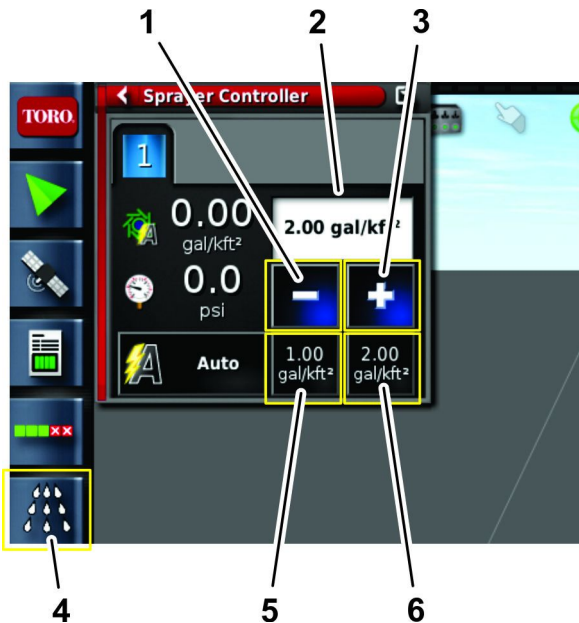

图 180
10. 使用预设值增加或减少图标或选择最新目标喷洒率图标输入所需的喷洒率 图 180。